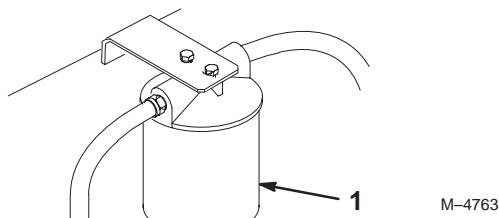

Figure 54
- Placez un bac de vidange sous le filtre, déposez le filtre usagé et essuyez la surface du joint de l'adaptateur (Fig. 54).